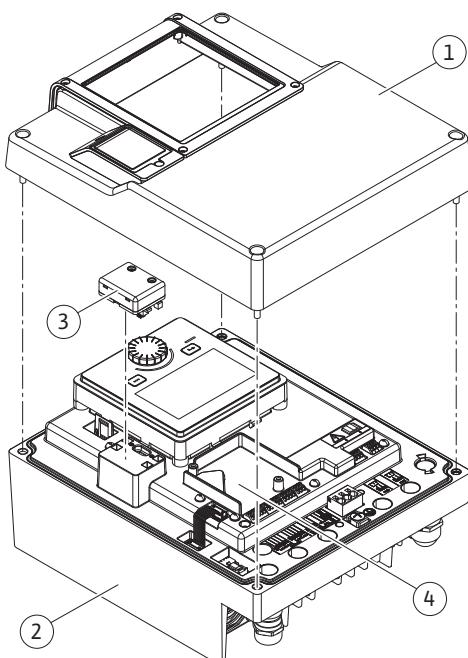
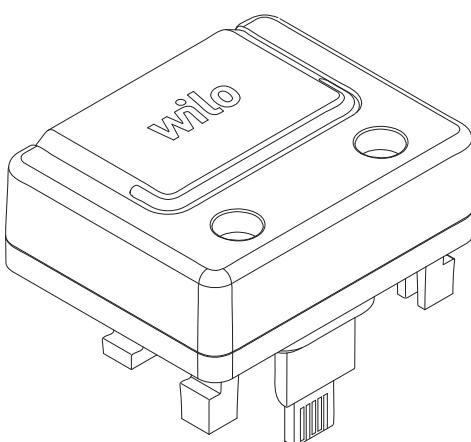

Fig. 25: Elektronički modul
Fig. 26: Wilo-Smart Connect modul BT
Sučelje Bluetooth (Fig. 25, poz. 3) Wilo-Smart Connect modula BT (Fig. 26) služi za povezivanje na mobilne krajnje uređaje kao što su pametni telefon i tablet. Uz pomoć aplikacije Wilo-Smart Connect pumpa se može upotrebljavati i namjestiti te se mogu prikazati podaci pumpe. Za postavke vidi poglavlje „Puštanje u pogon“.
3. Wilo-Smart Connect modul BT utaknite u predviđeno sučelje. Vidi Fig. 25, poz. 3.
CIF moduli (dodatačna oprema) služe za komunikaciju između pumpi i automatskog upravljanja zgradom. CIF moduli utaknuti su u električni modul (Fig. 25, poz. 4)